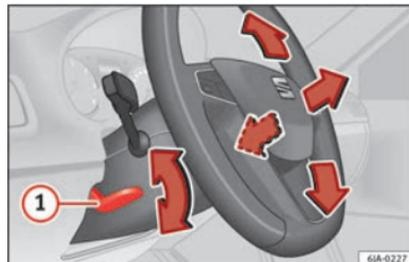

Fig. 14 Palanca en la parte inferior del lateral izquierdo de la columna de dirección.
Ajustar la posición del volante: tire de la palanca » **fig. 14** ① hacia abajo, mueva el volante hasta la posición deseada y vuelva a subir la palanca hasta el punto de cierre.